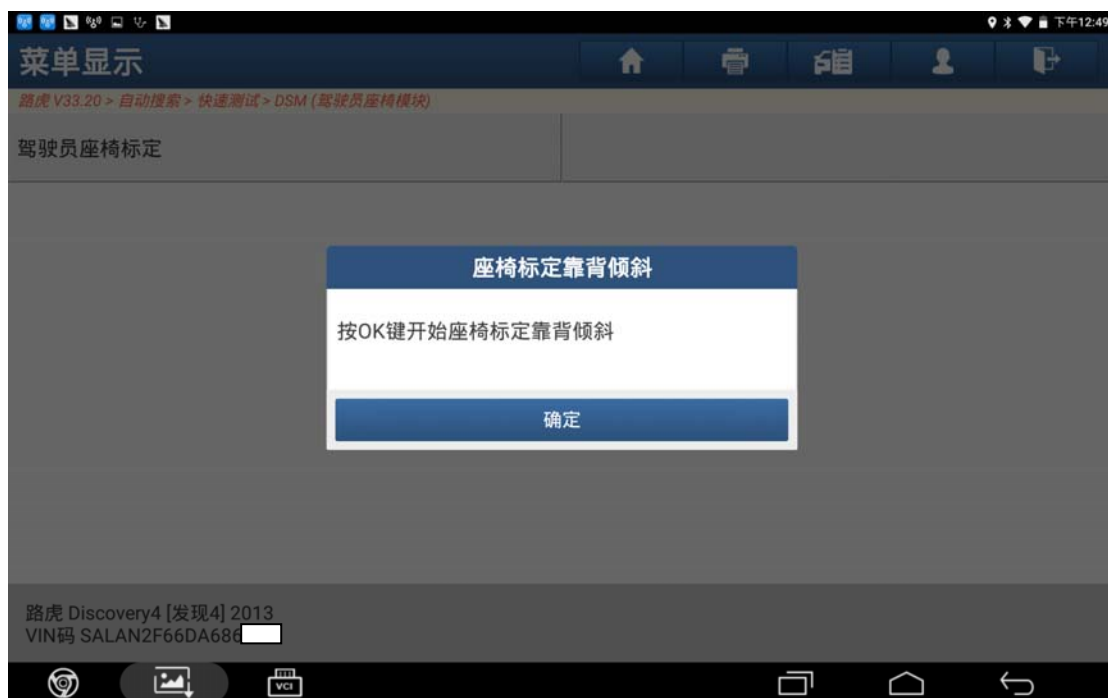

图 14
14). 按 OK 键开始座椅标定靠背倾斜, 点击“确定”, 如图 14;